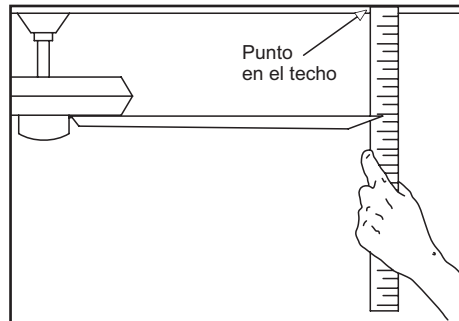

Figura 9
2. La mayoría de los problemas de oscilación del ventilador se deben a que las aspas no están a un mismo nivel. Verifica este nivel seleccionando un punto en el techo sobre la punta de una de las aspas. Mide desde un punto en el centro de cada aspa a un punto en el techo. Mide esta distancia como se muestra en la Figura 9. Rota el ventilador hasta que se posicione la siguiente aspa para su medición. Repite para cada aspa. Las desviaciones de la medición deben estar dentro de 1/8". Enciende el ventilador por 10 minutos.